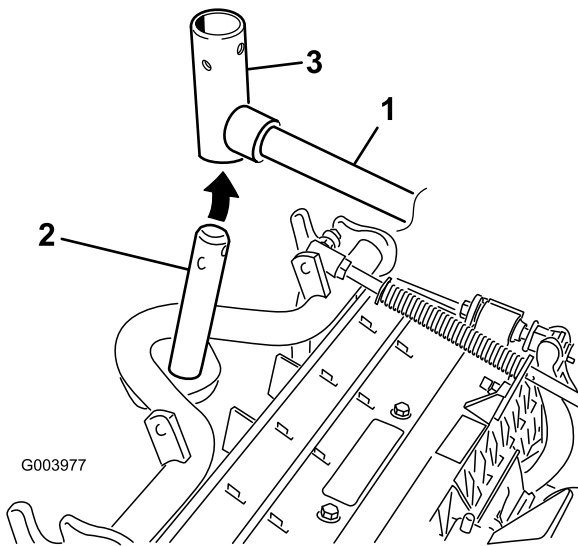

Bild 11
8. Frontschneideinheit: Schieben Sie eine Schneideinheit unter den Hubarm und schieben Sie gleichzeitig den Trägerrahmenschaft in das Gelenkloch des Hubarms (Bild 11).
- B. Setzen Sie das Hubarmjoch in den Trägerrahmenschaft ein (Bild 11).